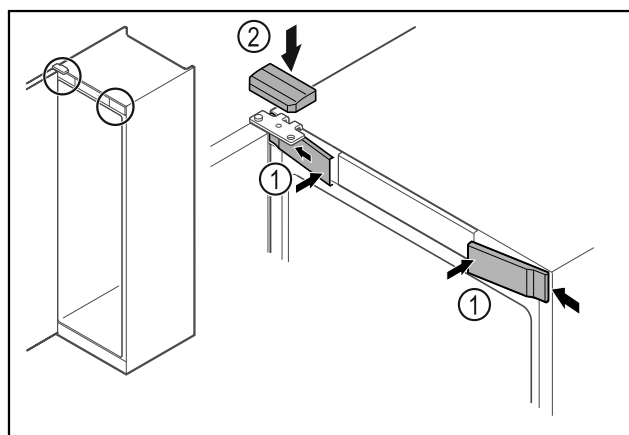

Fig. 49 *
- Acroșați apărătorile frontale Fig. 49 (1) lateral și fixați-le în poziție.*
- Fixați în poziție apărătoarea superioară Fig. 49 (2) de sus.*